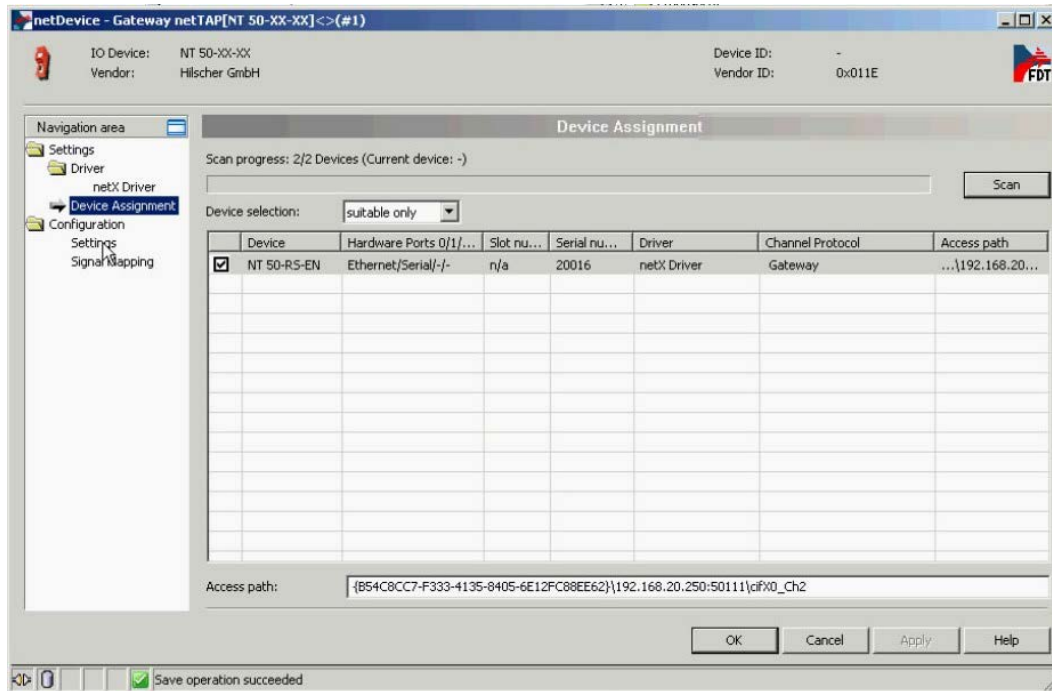

图 21
- 5) 选择“Device Assignment”栏，单击 Scan按钮，扫描到网关硬件，勾选该网关并单击 Apply按钮保存，如图 21 所示。